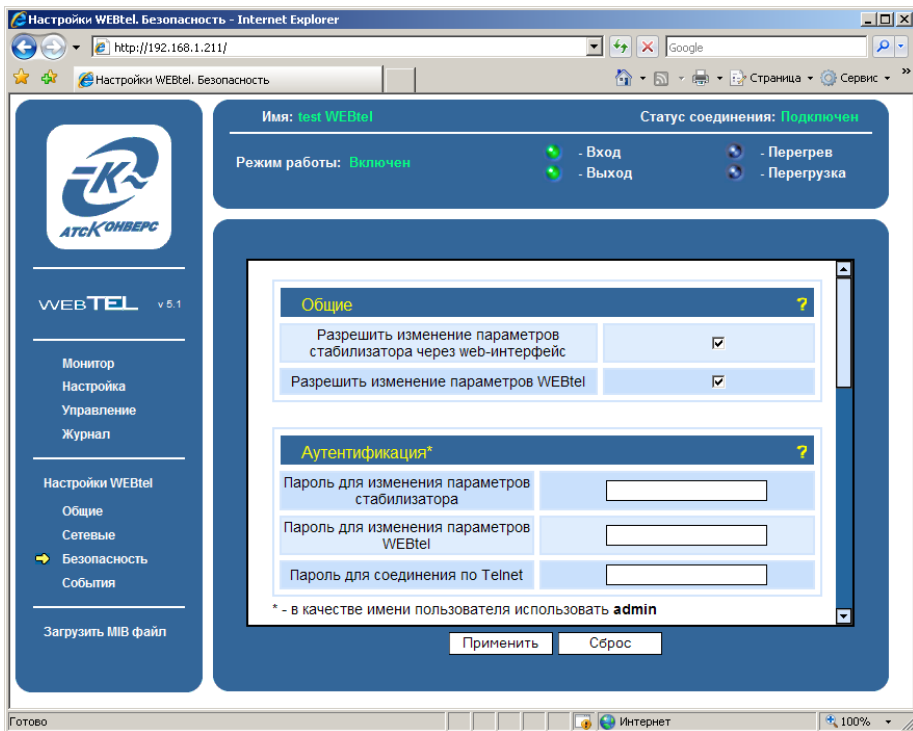

Рисунок 16 – Страница настройки параметров безопасности
7.9.1 Вход на эту страницу (рисунок 16) защищен паролем, аналогично п. 7.4.